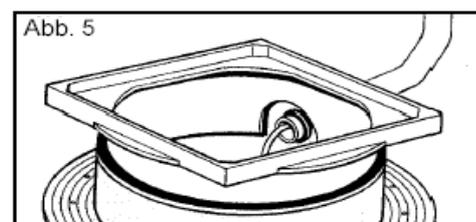

Fig. 5
**Dopo avere allineato definitivamente il rialzo si deve eventualmente eseguire una rientranza nell'area del passacavi per poter estrarre di nuovo il cavo durante le ispezioni successive (vedere Fig. 5 ).**